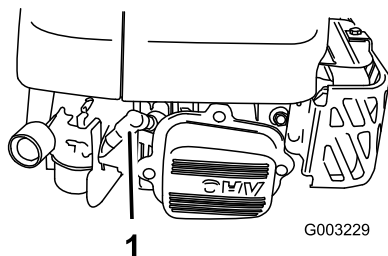

Figura 33
2. Staccate il cappellotto dalla candela (Figura 33) prima di eseguire interventi di manutenzione.